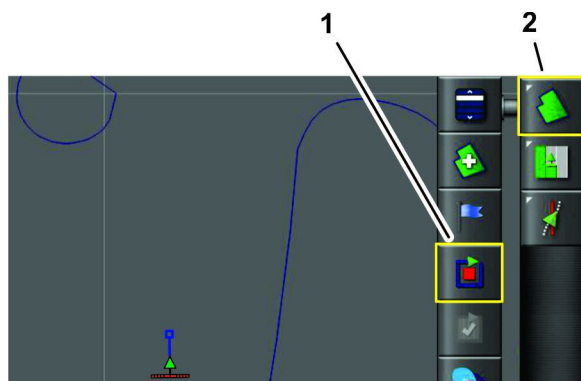

Figura 41
3. Pressione o ícone MENU DE CAMPOS e, em seguida, o ícone DEMARCAR LIMITE DO CAMPO (Figura 41).